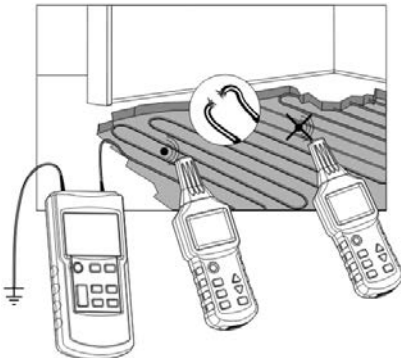

Fig.13a
- Alle niet gebruikte leidingen moeten geaard zijn volgens Fig.13a.
Zie voor een toepassing met één emitter Fig.13a.